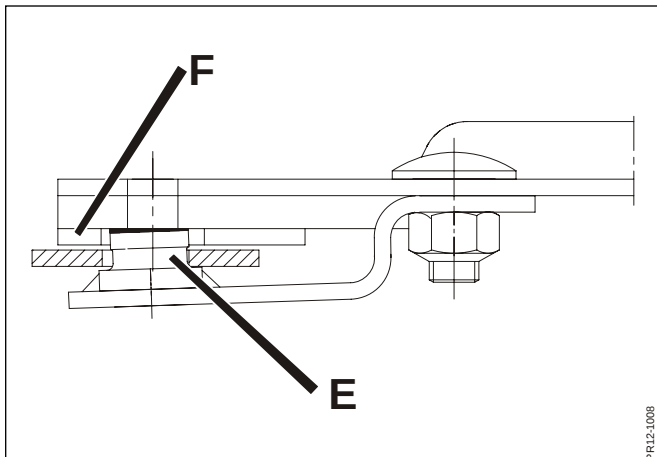

Fig. 5-22
- Fig. 5-22 - Der ikke er urenheder mellem knivtappens og skivens anlægsflader, og det sikres at knivholderens tap **E** har et korrekt anlæg mod underkanten af skiven **F**.